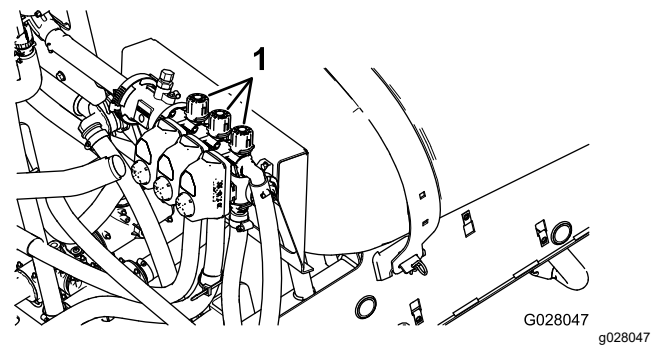

Figura 85
2. Desligue o interruptor de secção esquerda e ajuste a válvula de derivação de secção esquerda (**Figura 85**) até que a leitura da pressão se encontre no nível previamente ajustado (habitualmente 2,75 bar).
4. Ajuste a válvula de derivação da secção direita (**Figura 85**) até que a leitura da pressão se encontre no nível previamente ajustado (habitualmente 2,75 bar).
6. Ajuste a válvula de derivação da secção central (**Figura 85**) até que a leitura da pressão se encontre no nível previamente ajustado (habitualmente 2,75 bar).